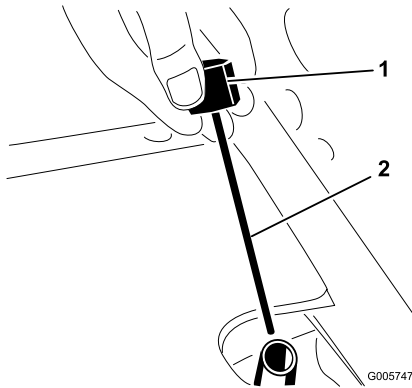

Figura 30
2. Desenrosque el tapón de la varilla (Figura 30) del cuello de llenado y límpielo con un paño limpio.
Enrosque el tapón de la varilla en el cuello de llenado con la presión de los dedos solamente. Desenrosque la varilla y verifique el nivel de aceite. Si el nivel no está a menos de 13 mm de la muesca de la varilla (Figura 30), añada suficiente aceite hidráulico para que llegue a la muesca. No llene a más de 13 mm por encima de la muesca.